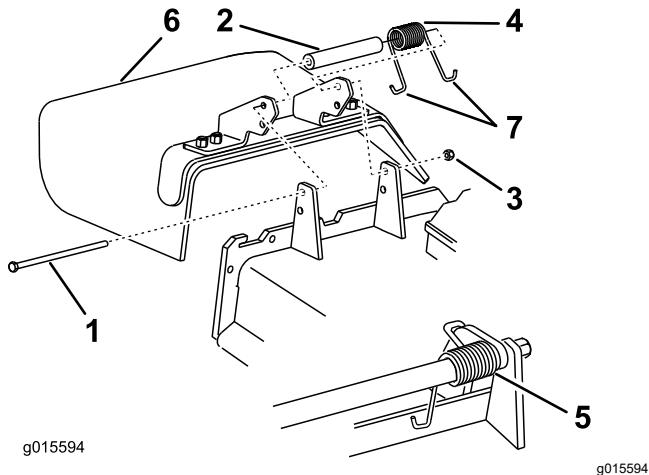

Figura 95
1. Retire la contratuerca, el perno, el muelle y el espaciador que sujetan el deflector a los soportes de pivotación (Figura 95).
Nota: Asegúrese de colocar un extremo con gancho en J del muelle detrás del reborde de la carcasa antes de instalar el perno, según se muestra en Figura 95.
6. Coloque 1 extremo en J del muelle alrededor del deflector de hierba (Figura 95).